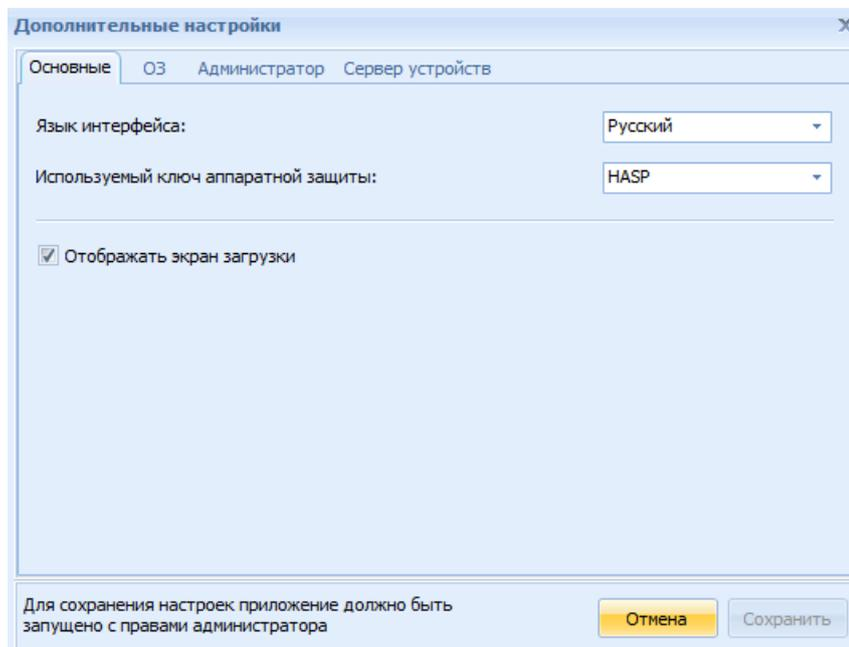

Рисунок 4.10 – Окно "Дополнительные настройки", вкладка "Основные"
– «Основные» (рисунок 4.10) – предназначена для настройки всей системы. На данной вкладке настраиваются следующие пункты: